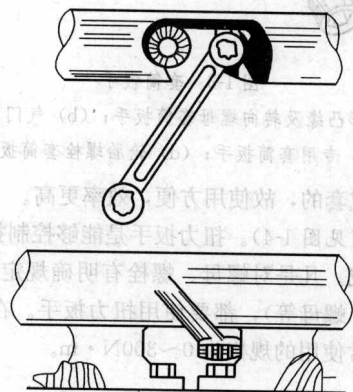

图 1-2 梅花扳手
(2) 梅花扳手(见图 1-2)。梅花扳手同开口扳手的用途相似,但两端是花环式的。其孔壁一般是 12 边形,可将螺栓和螺母头部套住,扭转力矩大,工作可靠,不易滑脱,携带方便。适用于旋转空间狭小的场合。